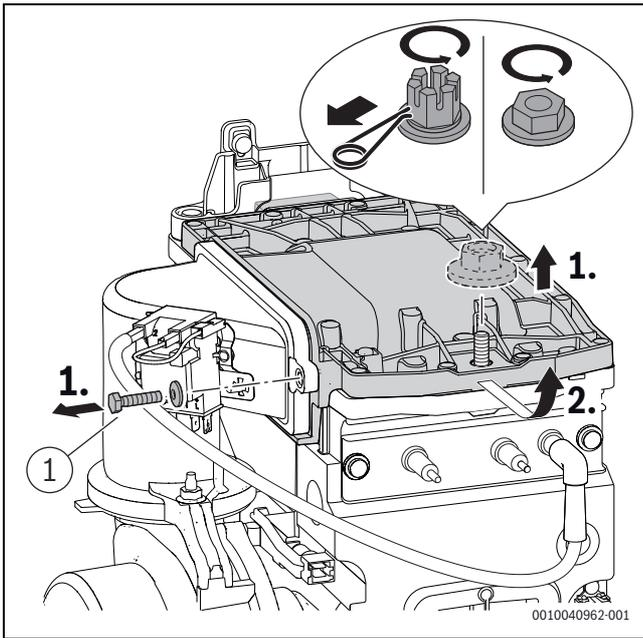

Bild 15 Brennerdeckel ausbauen
- Schraube ([1], Bild 15) am Brennerdeckel mit 5,5+0,5 Nm festziehen.